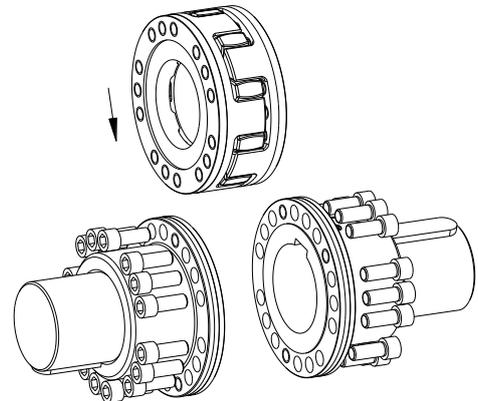

Bild 16: Montage der Baugruppe
- Setzen Sie die zusammengesteckten Teile zwischen die Kupplungsflansche (siehe Bild 16).